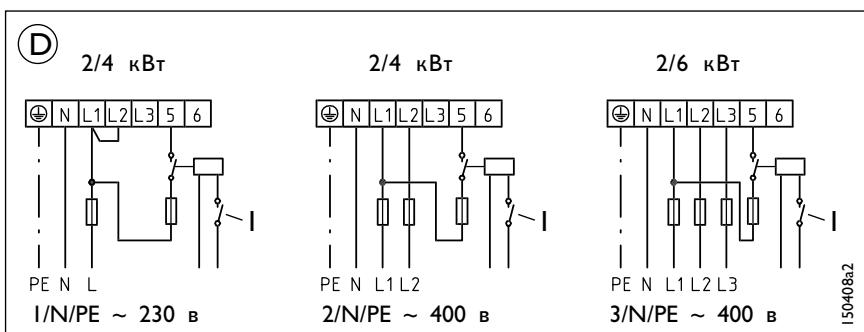

рис. 14
- D.** Подключение с возможностью использования кнопки быстрого подогрева, рис. 14